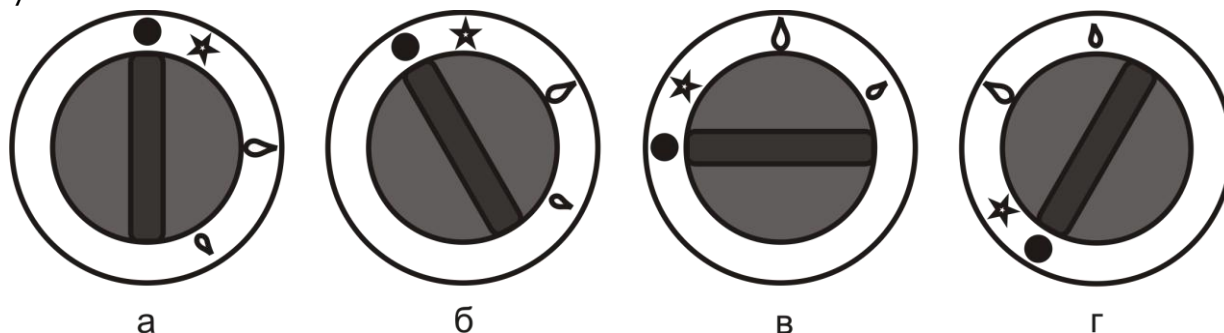

Рис. 6. Соответствие положения ручки крана режиму работы горелок
- Включите горелку и переведите ручку крана в режим «малое пламя» (рис.6г).
- Убедитесь в том, что ручки кранов находятся в положении «кран закрыт» (рис.6а). Если краны открыты, переведите их в закрытое состояние, слегка нажав на ручку крана и повернув ее по ходу часовой стрелки до упора.
**Внимание! При первом включении гриля, а также после каждой замены баллона СУГ необходимо выпустить воздух из газового тракта. Для этого удерживайте ручку крана в нажатом состоянии в положении «максимальное пламя» (рис. 6б) в течение 30 секунд, либо до появления запаха газа, после чего отпустите ручку и подождите не менее 1 минуты. Затем можно приступать к розжигу горелок гриля.**
- В исходном состоянии ручка крана находится в положении «кран закрыт» (рис.6а).
- Нажав на ручку крана и, удерживая её в нажатом состоянии, поверните её против хода часовой стрелки в положение «розжиг запальной горелки» (рис.6б). Через 3-5 секунд поднесите источник огня к запальной горелке (через смотровое отверстие), или нажмите кнопку пьезорозжига. Если запальная горелка не зажглась, отпустите ручку крана и, при повторном нажатии на ручку, вновь поднесите источник огня к запальной горелке или нажмите кнопку пьезорозжига. После появления пламени в запальной горелке, удерживайте ручку крана в нажатом состоянии в течение 5-10 секунд до срабатывания предохранительного клапана, кнопку пьезорозжига при этом можно отпустить. Затем отпустите ручку управления и убедитесь через смотровое отверстие, что запальная горелка горит. Если запальная горелка погасла, следует повторить процедуру розжига.
- Далее нажмите на ручку крана и, удерживая её в нажатом состоянии, поверните её против хода часовой стрелки в положение «максимальное пламя» (рис.6в) – кран открывается и осуществляется розжиг основной горелки. Если горелка не зажглась, то отрегулируйте запальную горелку согласно п.5.2.2.
Положение крана в режиме «максимальное пламя» и «малое пламя» представлено на рис.6в и рис.6г соответственно. Перевод крана с одного режима на другой осуществляется с помощью легкого нажатия на ручку крана.
- Нажав на ручку крана и, удерживая её в нажатом состоянии, поверните её по ходу часовой стрелки в положение «розжиг запальной горелки» (рис.6б) – основная горелка погаснет, а запальная горелка останется зажженной («дежурный режим»).
- Для выключения запальной горелки необходимо слегка нажать на ручку крана и повернуть ее по ходу часовой стрелки до упора – в положение «кран закрыт» (рис.6а).
- После окончания работы с грилем необходимо перевести ручки кранов в закрытое состояние (рис.6а) и закрыть кран газопровода (баллона СУГ).